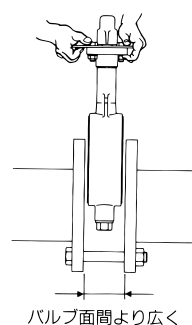
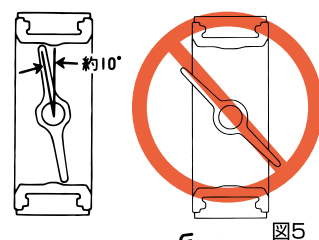

図4
図5
(1) フランジ面は、バルブ面間より 5~10 mm 程度広くとります。(図4) この余裕がないと、特にバタフライバルブを挿入するときに、ゴムシートに異常なねじり応力が発生したり損傷を受けたりして、外漏れの原因になります。また、バルブの弁体は全閉にせず、出荷時の状態(約10° 開)のままで挿入してください。開けすぎてジスクがバルブの面間より飛び出した状態では挿入できませんし、ジスクを損傷することがあります。(図5)
(2) ウェハー形バルブの場合には、まず、フランジの下側半分にボルトを差し込みバルブの落とし止めをします。つぎに、ガスケット面に損傷を与えないよう、充分注意をしながらバルブを挿入します。
(3) 片締めによる漏れを防ぐために、フランジ形・ウェハー形では、フランジボルトを“十文字手順”で反復しながら接合面に均一な面圧が発生するように締め付けてください。
(4) 鋳鉄バルブには、メタルプレーン又は、メタルラップガスケットは使用しないでください。